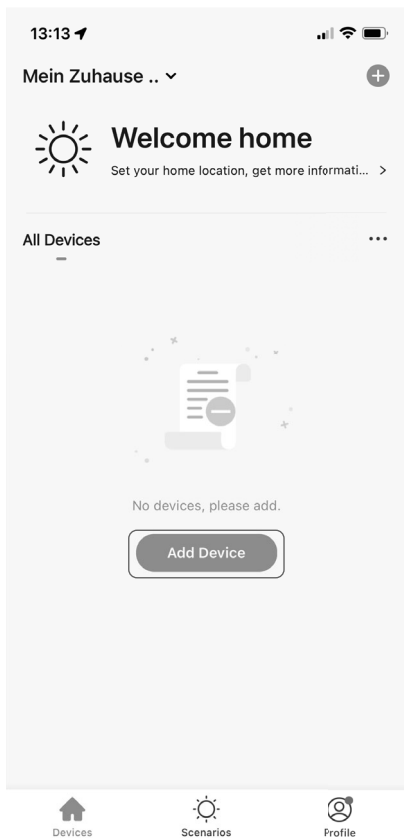

Fig. 1
- ▶ Si todavía no ha registrado ningún aparato en la *app* MEDION® Life Plus, pulse la tecla **AÑADIR APARATO** (fig. 1).